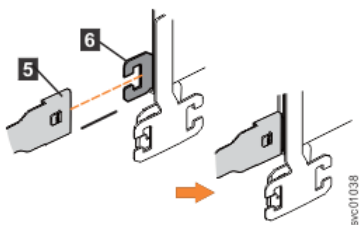

图 76. 将上部 CMA 的支撑导轨连接器连接到右侧支撑导轨上
4. 将上部 CMA 组合件上的支撑导轨连接器 (5) 连接到右侧支撑导轨上的连接器基座 (6) 上, 如第 61 页的图 76 中所示。